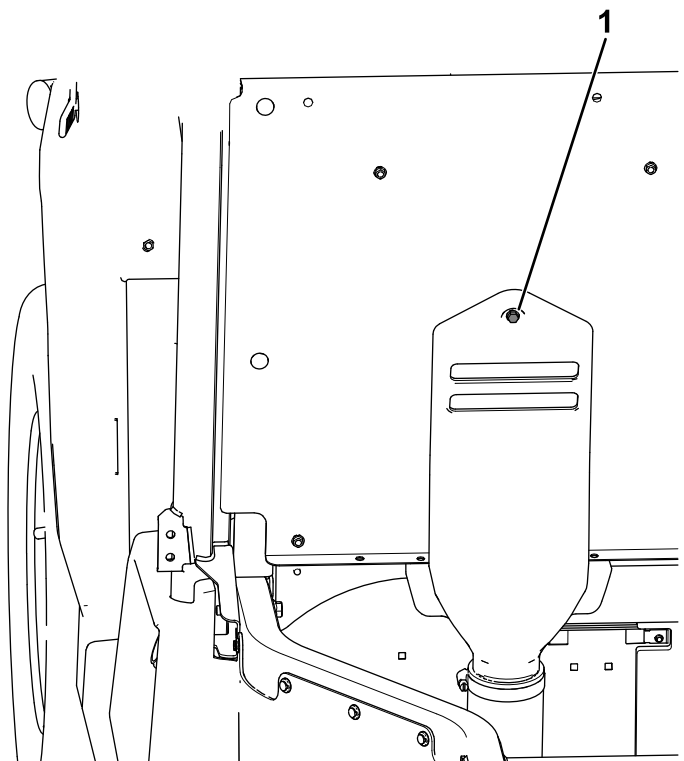

Figure 24
- B. Insérez le boulon captif fixé au capot d'admission de CVT dans le trou indiqué du panneau de siège (Figure 24).